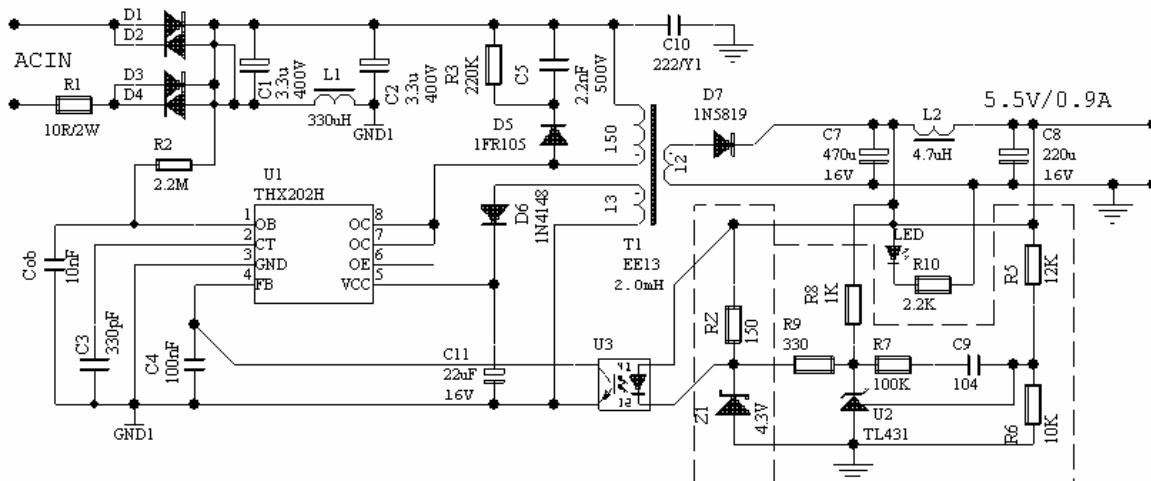

图 3、手机充电器
- 电源启动电流选择 0.5-2mA，功率管 Q1 放大倍数可按 10 计算，则启动电阻（如图 3 的 R2）选择应保证电源启动时功率管基极电流为 0.05-0.2mA，因此，可 10 倍减少启动电阻的功耗，降低了待机功耗；
- 图 3 中 C3=330pF，最高工作频率约 66KHz；
- 开关变压器（图 3 的 T1），参考绕组整流输出 4.8~9.2V（推荐 6V）为 THX202H 提供工作电源；
- 图 3，虚线内为两组可选输出电压基准，选择 TL431 (U2、R5、R6、R7、R8、R9、C9) 基准精度较高和无需调校；选择稳压管 (Z1、RZ) 基准精度较低、但成本更低，调校 RZ 可采用成批稳压管分为几档，每档稳压管对应一个 RZ。